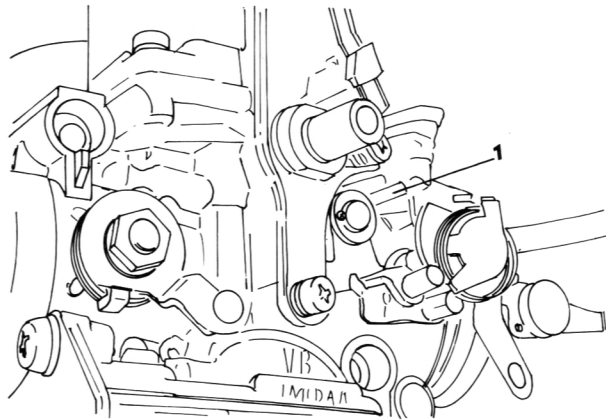

Bild 137
- Den Schnelleerlauf-Einstellarm («1» in Bild 137) entfernen.